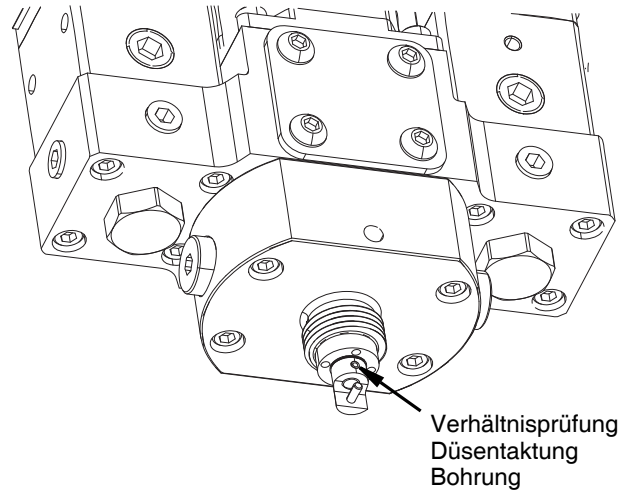

ABB. 23
7. Spitze der Düse mit einem verträglichen Lösungsmittel reinigen. Darauf achten, dass die Bohrung für die Verhältnisprüfung der Düsentaktung frei von Material ist. Siehe ABB. 23.